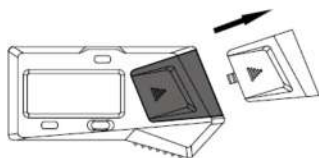

Рис. 1
- Снимите крышку батарейного отсека (рис.1)